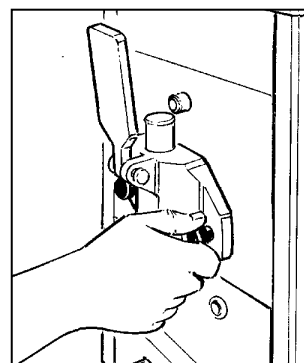

Fig. 7
- Svitare i pomelli di fissaggio e rimuovere la flangia frontale (fig. 7 e 8).